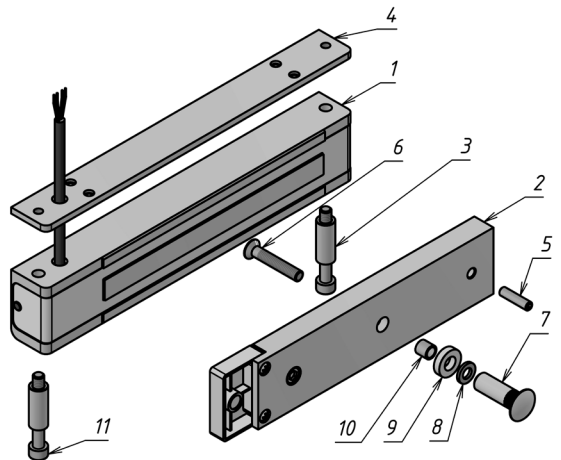

Рисунок 1 – Комплект поставки замка
3.1 Комплект поставки (рисунок 1):
- корпус (1)..... - 1 шт.
- якорь (2)..... - 1 шт.
- втулка (3)..... - 2 шт.
4.5 Вит винта крепления якоря (поз.6 рис.1) необходимо затянуть с усилием, достаточным для